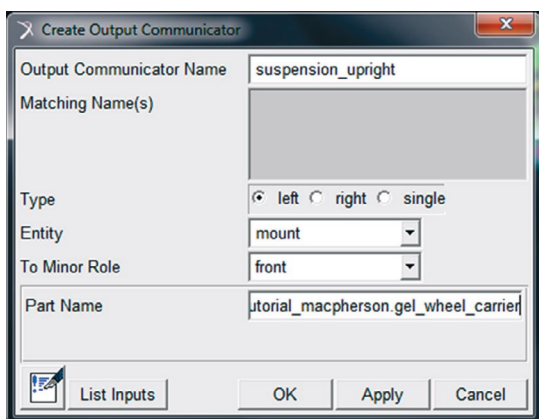

Figura 4.81 – Criação do Communicator “suspension_upright”.
- Para criação do *communicator* “suspension_upright”, preencha os campos da janela *Create Output Communicator*, conforme mostrado na Figura 4.81.